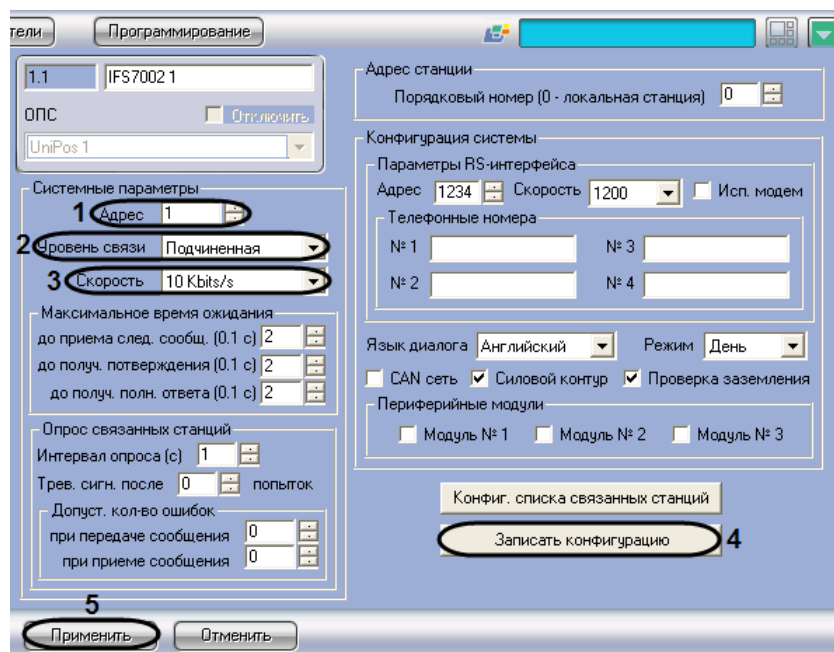

Рис. 3.3-4 Задание системных параметров станции IFS7002
1. Перейти на панель настройки объекта **IFS7002** (см. Рис. 3.3-4).
2. В поле со списком **Адрес** ввести адрес станции в CAN-сети (см. Рис. 3.3-4, 1).
3. Из раскрывающегося списка **Уровень связи** выбрать приоритетный коммуникационный уровень станции в CAN-сети *ОПС Unipos* (см. Рис. 3.3-4, 2).
4. Из раскрывающегося списка **Скорость** выбрать скорость передачи данных в CAN-сети станции (см. Рис. 3.3-4, 3).
5. Для применения настроек на станции нажать кнопку **Записать конфигурацию** (см. Рис. 3.3-4, 4)
6. Для сохранения настроек во внутренней базе данных ПК *ACFA Intellect* нажать кнопку **Применить** (см. Рис. 3.3-4, 5).